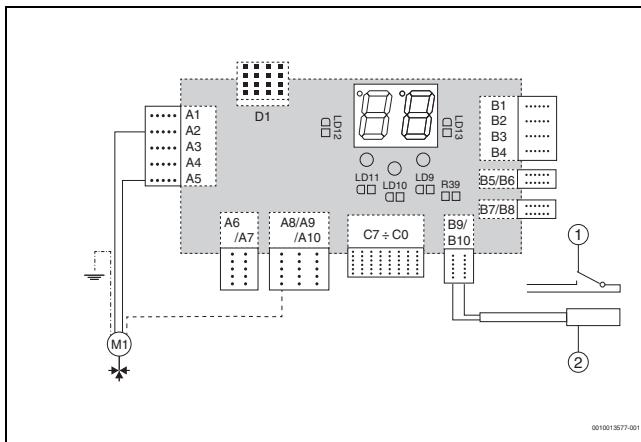

Fig. 1 Tilkobling av 3-veisventilen for funksjonen til styringen av varmtvann eller reservekilden
- ▶ Koble til kabelen til shunten på elektronikken til fyrværen tilsvarende koblingsskjemaet (→fig. 1). Isoler de gjenværende ledene (det dreier seg om interne kontakter til shunten).
- ▶ Koble til følerne på klemmene B9-B10 til elektronikken tilsvarende koblingsskjemaet (→fig. 1). Det er ikke nødvendig å overholde noe polaritet på følerkablene.